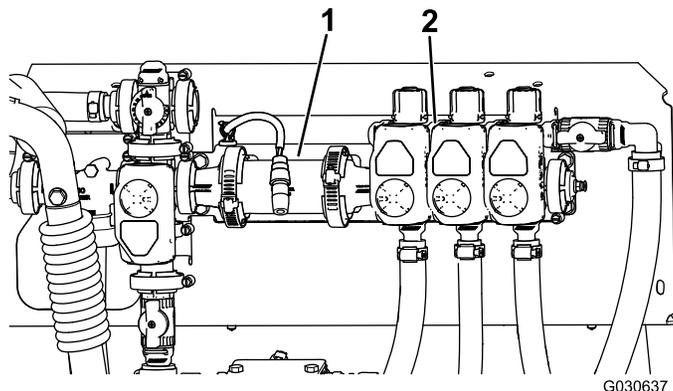

图7
- F. 小心将喷洒臂阀门总成移入与流量计本体齐平的位置 (图7)。